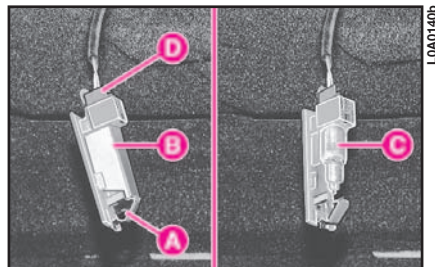

fig. 41
2) Premere sui due lati dello schermo **B** (fig. 41) in corrispondenza dei ganci di fissaggio e sfilarlo.